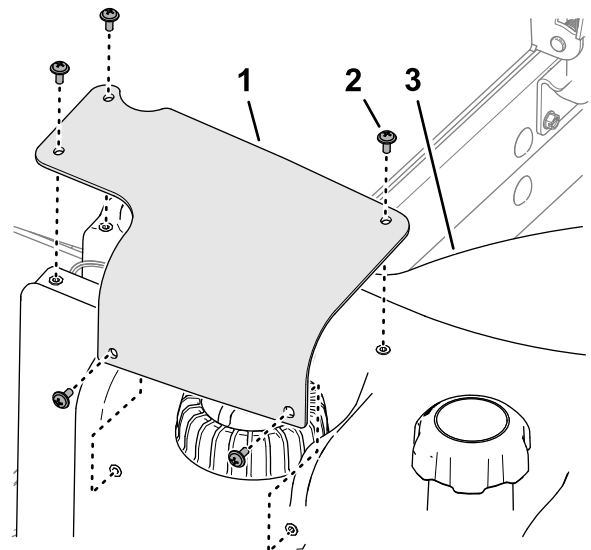

Bild 126
7. Richten Sie die Löcher in der Abdeckung des Kraftstoff-Füllstandsensors an den Löchern im Kraftstofftank aus und befestigen Sie die Abdeckung mit den fünf Kreuzschlitzschrauben am Kraftstofftank (Bild 126).